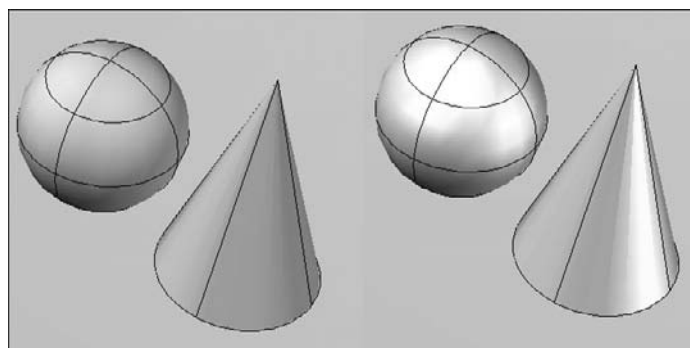

Fig.22.8
- ▶ **Intensité de la surbrillance** (Highlight intensity) : contrôle la taille des surbrillances sur les faces sans matériaux (fig.22.8).